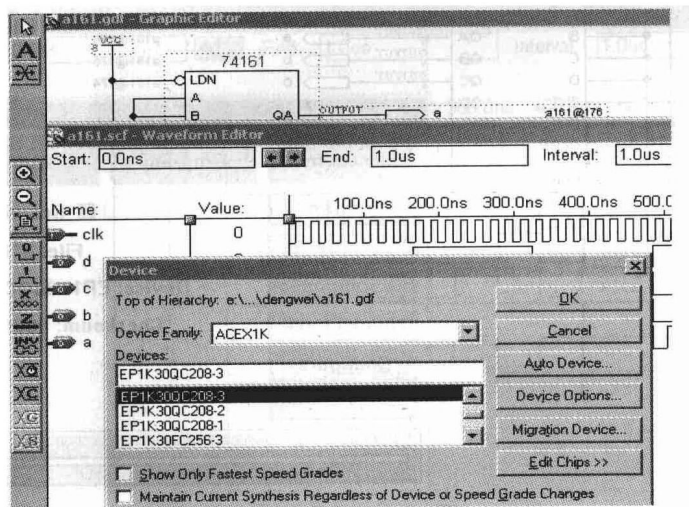

图 1-19 选择下载器件图
(14) 选择下载器件: 选择菜单 [Assign] | [Device], 在 [Device Family] 选系列 (例如 ACEX1K 系列), 在 Devices 下选器件 (例如 EP1K30QC208-3), 单击 [OK], 如图 1-19 所示。